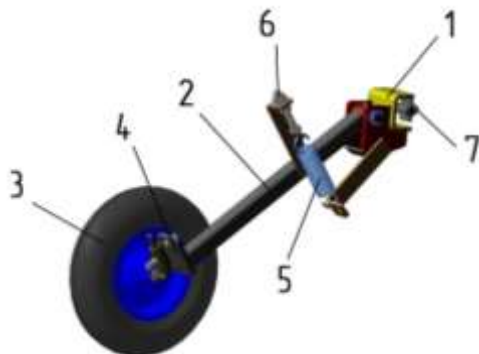

Рисунок 10 – Колесо прикатывающее
3.1.11 Колеса прикатывающие (рисунок 10) служат для прижатия укрывного материала к почве.